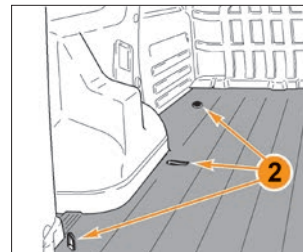

Рис. 5.7.2. Крепления в багажном отделении 2-местного автомобиля *(в варианном исполнении)*
**В варианном исполнении** используйте крепления 2 (рис. 5.7.2) для фиксации перевозимых предметов в багажном отделении.